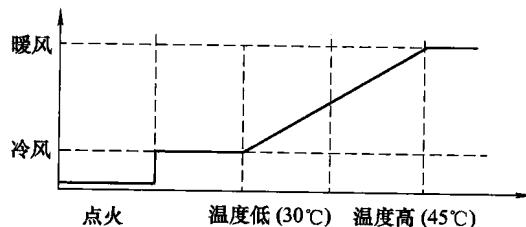

图 1-6 预热控制
(6) 预热控制。冬天，车辆长时间停放后，若马上打开鼓风机，由于发动机冷却液温度较低，此时吹出是冷气而不是想要的暖风，因此，鼓风机要在冷却液温度逐渐升高时才能逐步转向正常工作，这一过程称为预热控制如图 1-6 所示。